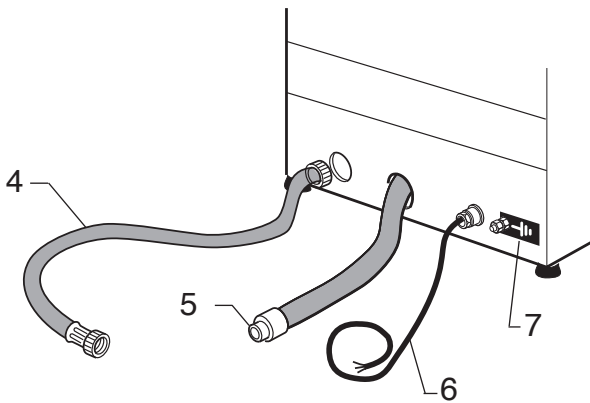

Fig. 6
3.1 INSTALLAZIONE (Fig. 6)
3.1.a COLLEGAMENTO TUBO di SCARICO (Fig. 6)
- Collegare il tubo di scarico (5) ad un pozzetto di scarico predisposto.
3.1.b ALLACCIAMENTO IDRICO (Fig. 6)
- Collegare il tubo di carico (4) in dotazione all'elettrovalvola e l'altra estremità del tubo di carico (4) ad un rubinetto filettato 3/4" G. interponendo il filtro (8).